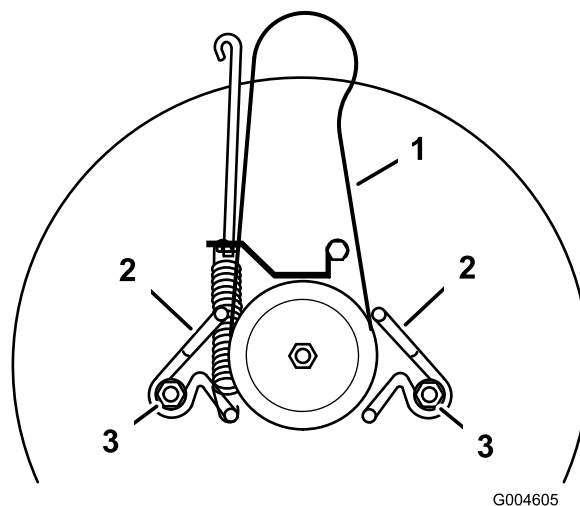

Figura 34
2. Afloje los pernos de montaje de la guía de la correa y aleje las guías de la correa de la polea (Figura 34).
1. Instale la nueva correa de la cuchilla alrededor de la polea de la cuchilla y por dentro de ambas guías de la correa (Figura 34).
2. Ajuste las guías de la correa de manera que estén a 3 mm de la polea. Apriete los pernos de montaje (Figura 34).